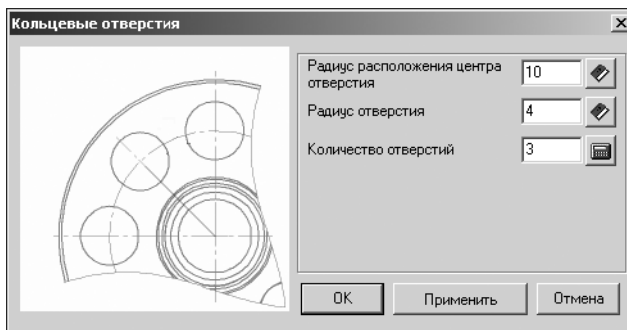

Рис. 4.37.
3. В раскрывшемся списке выберите команду **Кольцевые отверстия**. Откроется одноименное командное окно (рис. 4.37).